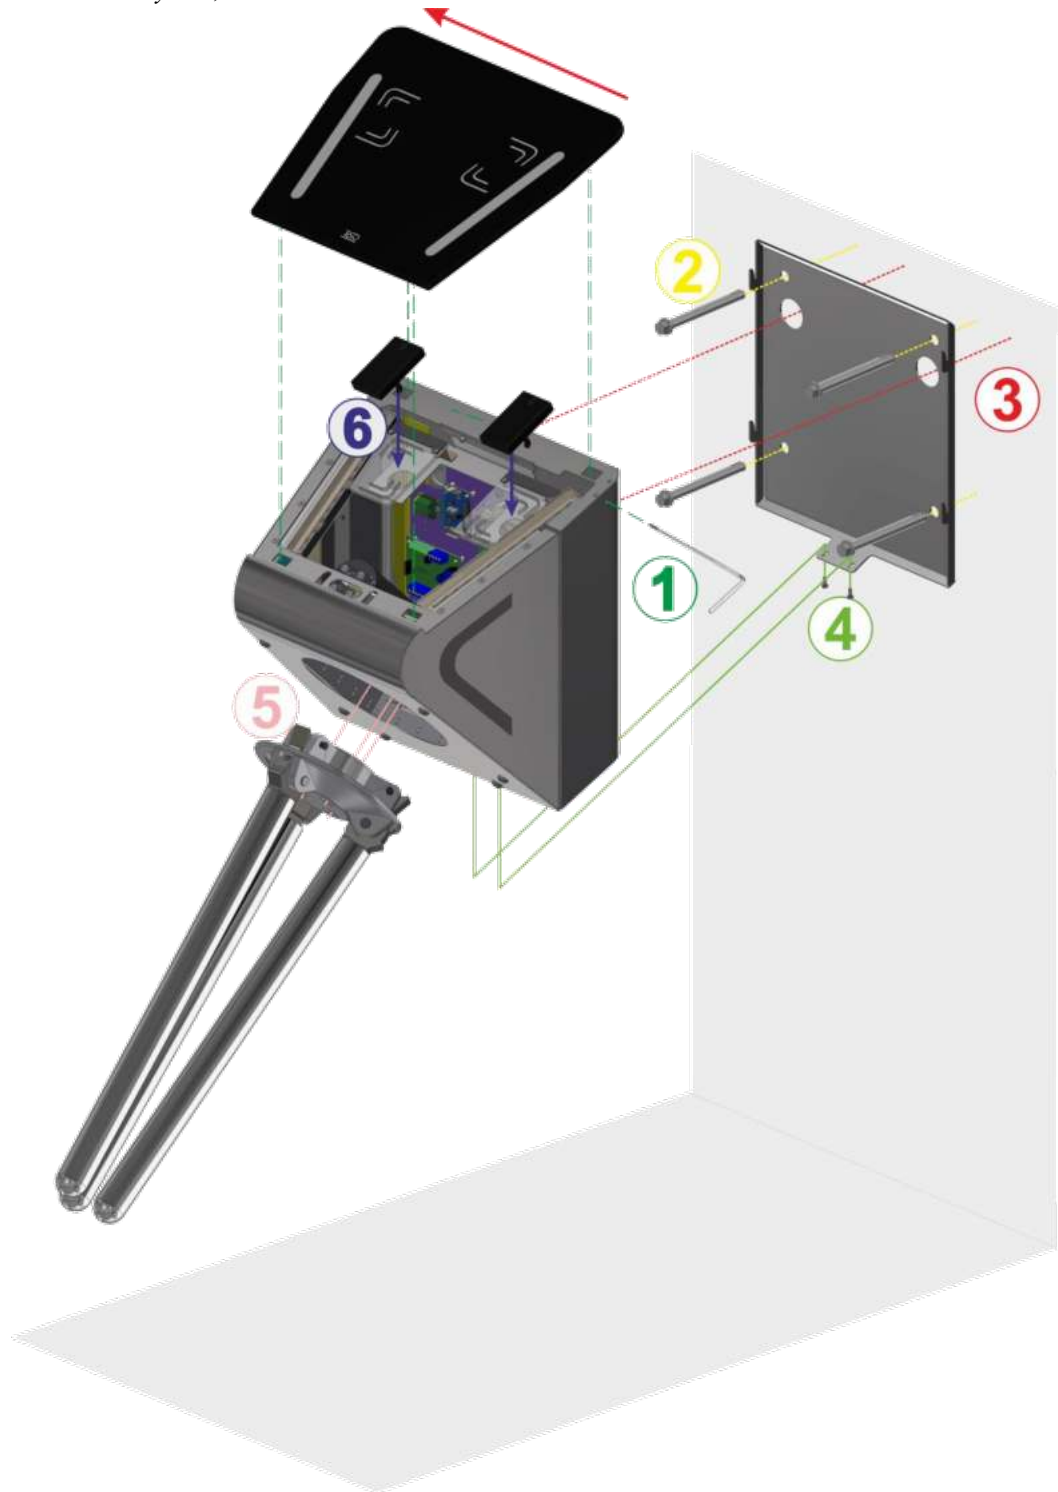

Рис. 14 – Загальний вид збірки турнікету-трипода «Onyx-XS»
7) Для доступу до кріпильних та технологічних отворів та клемних колодок турнікета-трипода «ONYX-XS» необхідно (Рис. 14):